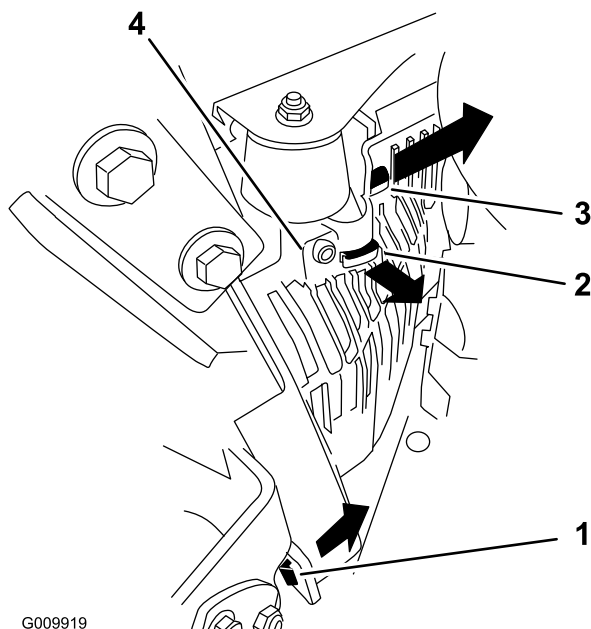

Figure 54
3. Déposez le capot de l'unité hydraulique gauche dans l'ordre indiqué à la Figure 54.
5. Montez le capot de l'unité hydraulique gauche (Figure 54).